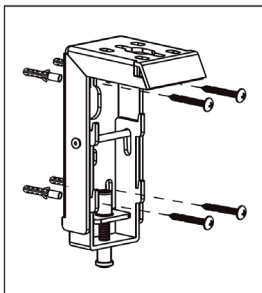

Abbildung 4
2. **Montage an Tragwerken aus Beton:** Zeichnen Sie die Lochpunkte mit den Winkeln an Ihrer Wand ab und bohren Löcher passend zu den beiliegenden Dübeln. Die Dübel müssen dabei stramm in die Löcher einzuführen sein. Gehen die Dübel locker in die Löcher, sind die Löcher zu groß gebohrt und es müssen entsprechend größere Dübel und Schrauben eingesetzt oder neue Löcher gebohrt werden. Setzen Sie die Dübel komplett in die Löcher ein und schrauben die Winkel mit den beiliegenden Schrauben fest, wie in Abb. 4 und 5 dargestellt.